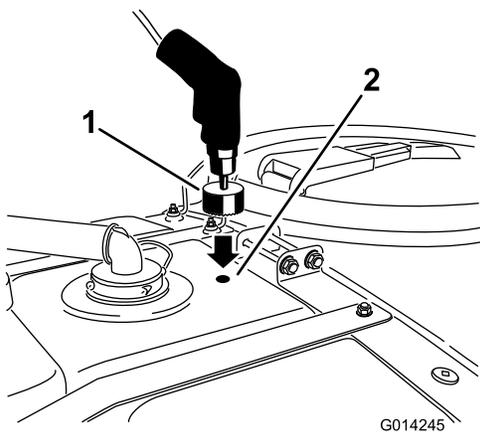

図 12
- 1-3/4 inch (45 mm) の円形ノコを使ってマークのところに穴を切る (図 12)。